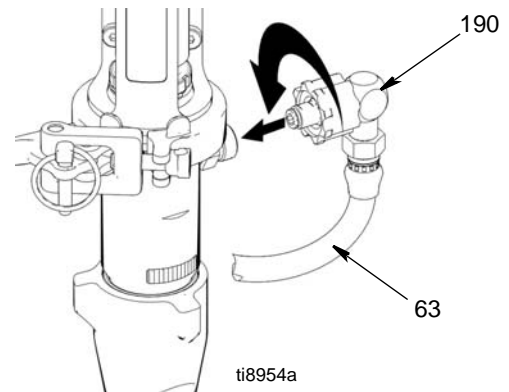

FIG. 26
7. (Abb. 26) Klammer öffnen und Pumpenausgang auf Schlauchanschluss (190) ausrichten. Materialschlauchanschluss (190) und Materialschlauch (63) am Pumpenanschluss anbringen, Klammer schließen.